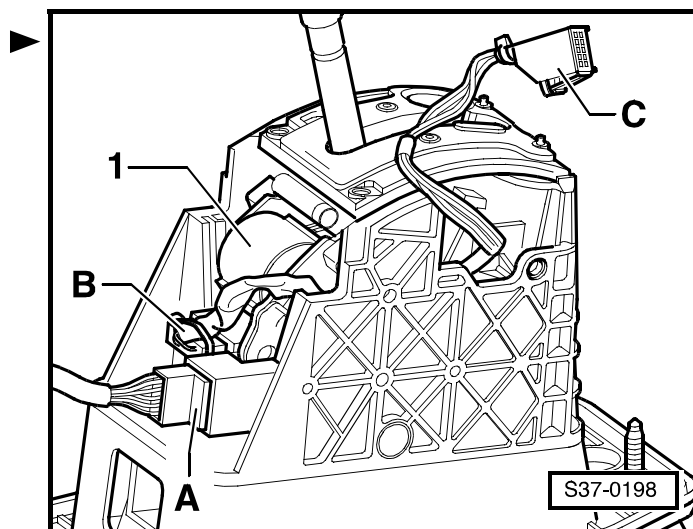

Рис. 2: Золотниковая коробка
- место сборки ⇒ Рис. 2 в **37-1** страница 3